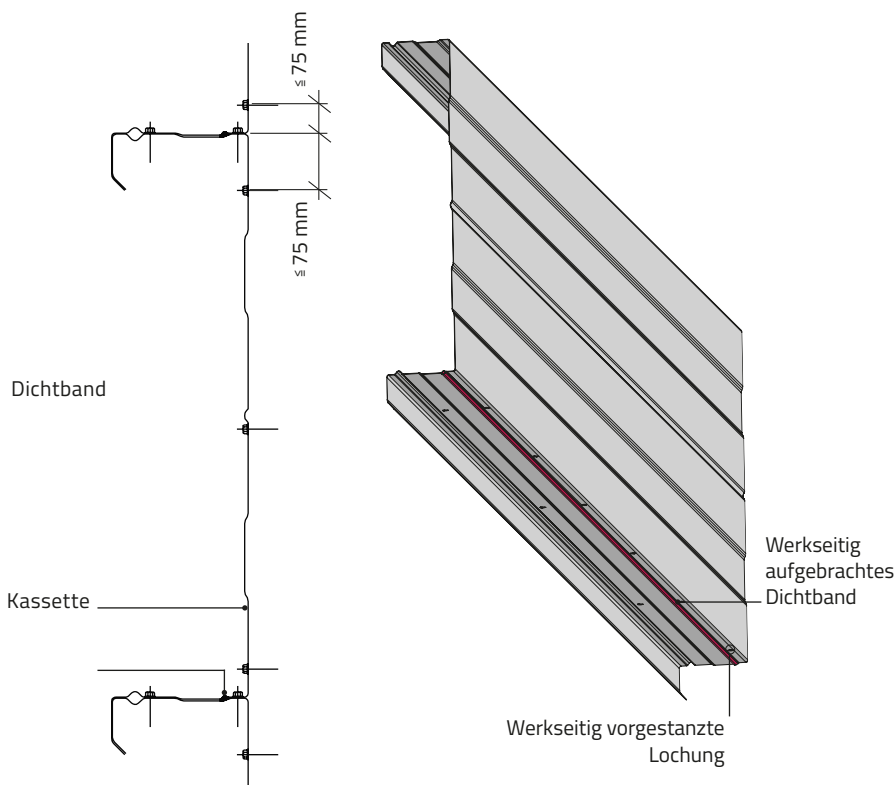

Abb. 68 Befestigung auf der Unterkonstruktion
- Abb. 68 *Befestigung auf der Unterkonstruktion (S. 52)*